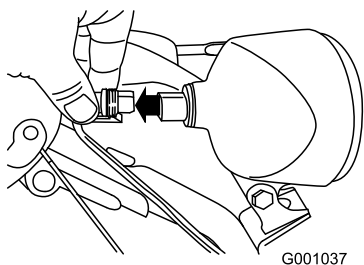

Bild 50
- Nehmen Sie den Kabelanschluss hinten am Scheinwerfer ab (Bild 50).